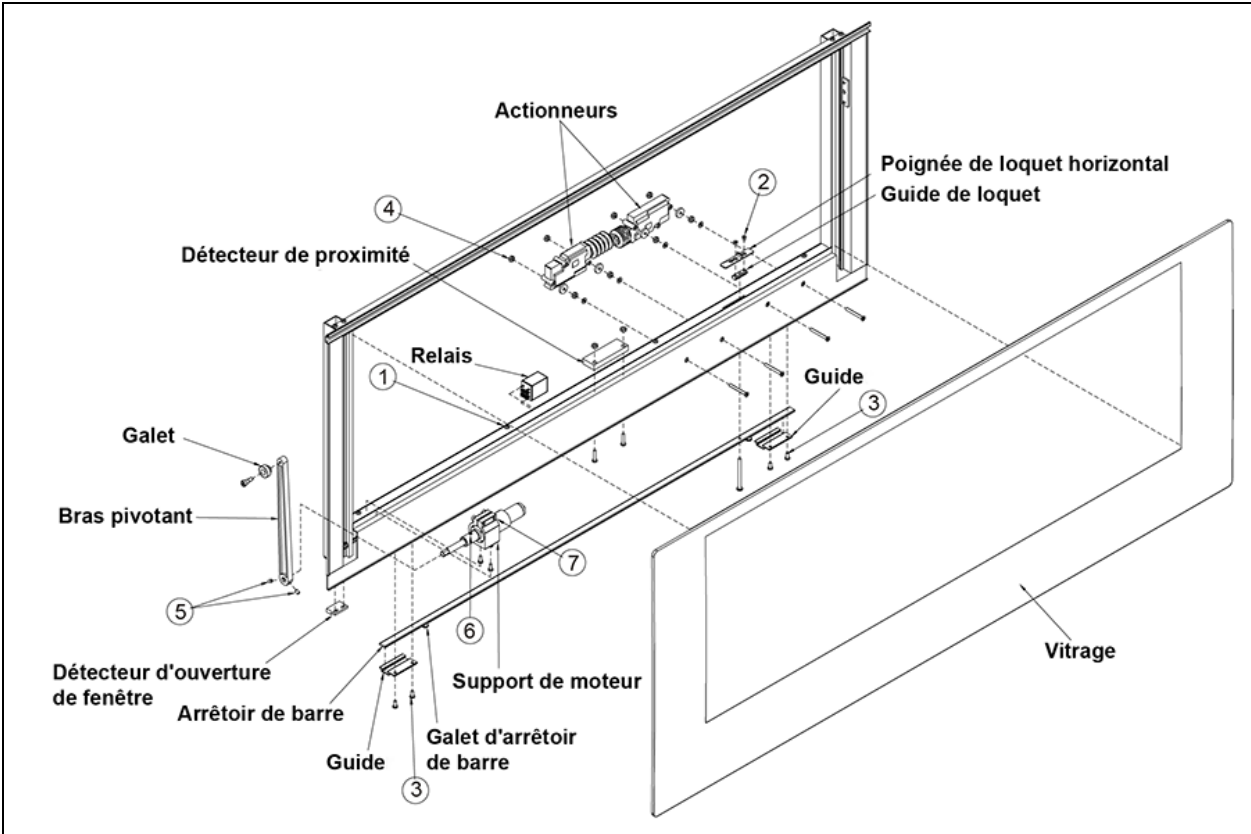

FIGURE 45: VUE ÉCLATÉE D'UNE FENÊTRE ÉLECTRIQUE À AUVENT (CHÂSSIS) 18583
4. Desserrer les vis butées numéro 5 (Figure 45) (faire pivoter le bras pour accéder à la deuxième vis butée) et désengager le bras pivotant du bout d'arbre.